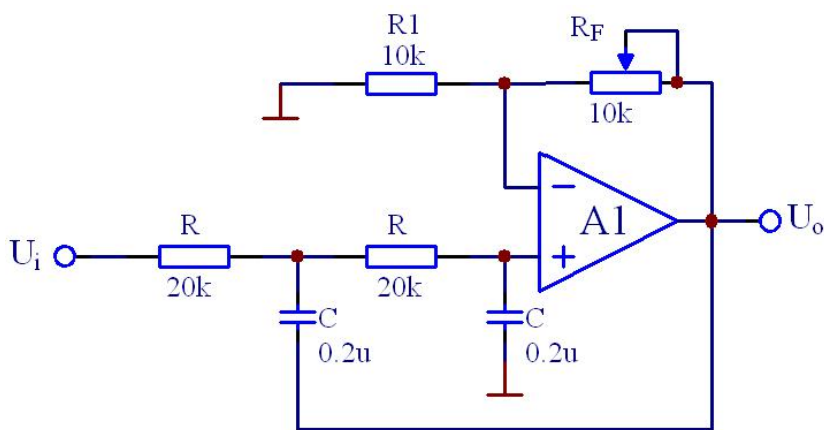
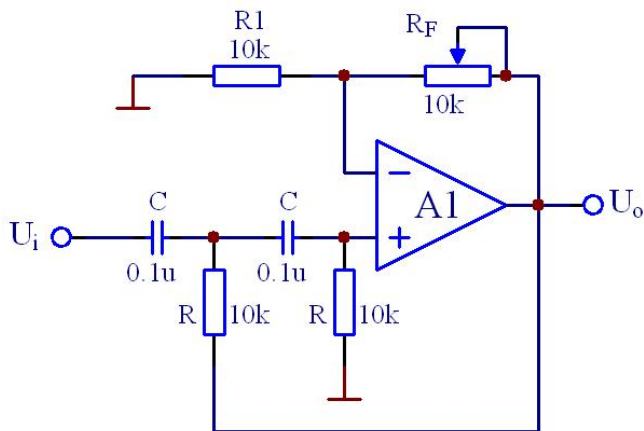
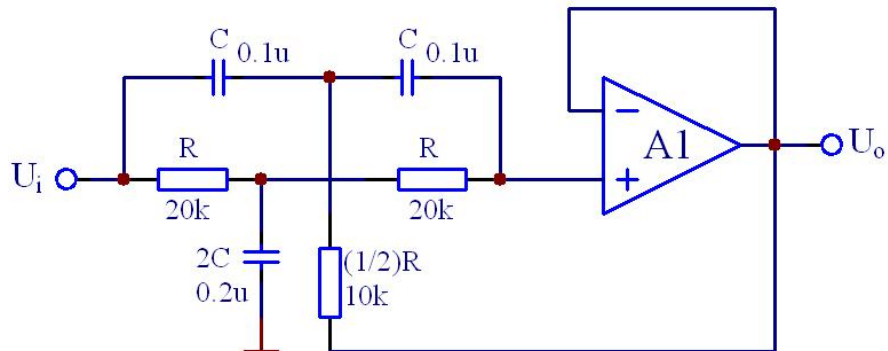

图 9.1 低通滤波电路
图 9.2 高通滤波电路
图 9.3 带阻滤波电路
2. 分析图 9.1、图 9.2、图 9.3 所示电路。写出它们的增益特性表达式。
3. 计算图 9.1、图 9.2 电路的截止频率，图 9.3 电路的中心频率和截止频率。
实验电路如图 9.1 所示。其中：反馈电阻  $R_F$  选用 10k 电位器，5.7k 为设定值。
实验电路如图 9.2 所示， $R_F=5.7k$ 。
实验电路如图 9.3 所示